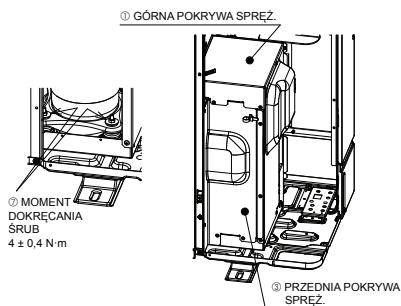

Fig. 4-2
- Po zdemontowaniu części ustalających SPREŻ. należy dokręcić nakrętki i z powrotem założyć GÓRNA POKRYWĘ SPREŻ. oraz PRZEDNIĄ POKRYWĘ SPREŻ. (Fig. 4-2)